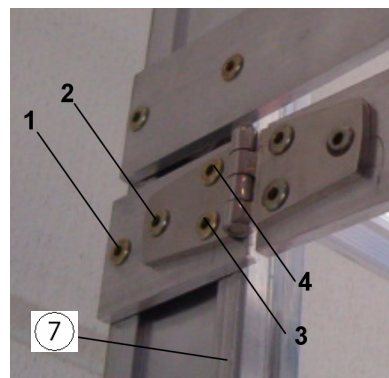

Figure 3
- Positionner une plaque intermédiaire de 8 mm sous l'étrier de crinoline (voir figure 3).
- Percer un trou dans le montant d'échelle pos. 1. Centre trou dans rainure du montant d'échelle (figure 3, pos.7).